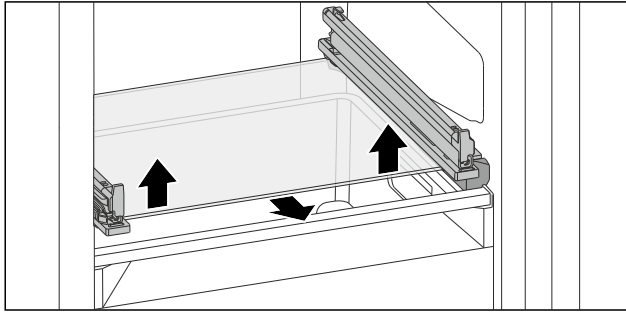

Fig. 70 Glasplatte des abklappbaren Schubfachs
- ▶ Glasplatte von unten beidseitig nach oben drücken. (siehe Fig. 70)